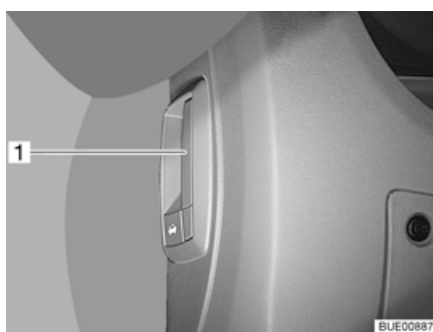

Fig. 39 Levier de déverrouillage capot moteur (dans le véhicule)
- Tirer sur le levier (Fig. 39,1) à gauche sous le tableau de bord ou sur le côté de ce dernier.